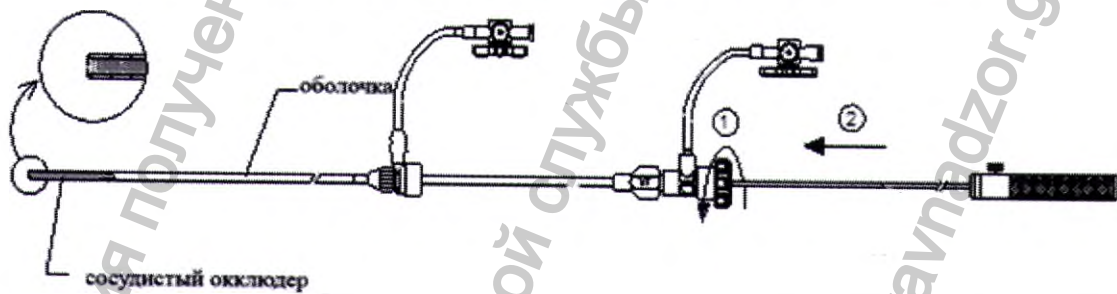
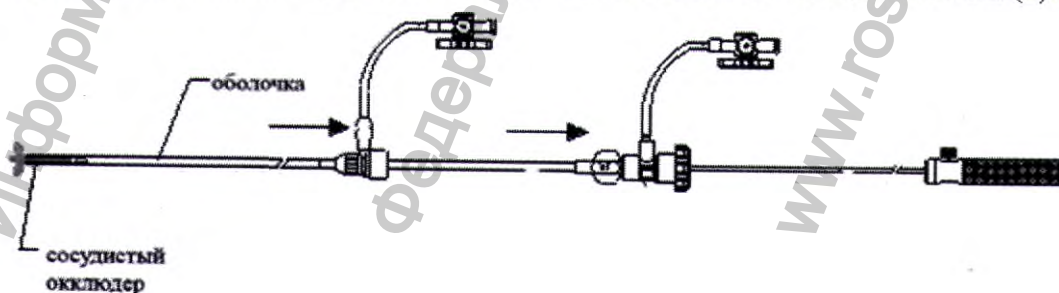

Рис. 22. Ослабить гемостатический клапан (1); продвинуть доставляющий кабель для продвижения окклюдера, пока он не достигнет дальнего конца оболочки (2).
Рис. 23. Удерживая доставляющий кабель, извлечь оболочку.
- Ослабить гемостатический клапан, а затем протолкнуть доставляющий кабель для продвижения окклюдера, пока он не достигнет дальнего конца оболочки (как показано на рис. 22). Затем, удерживая доставляющий кабель, извлечь оболочку, пока окклюдер полностью не выйдет из нее (как показано на рис. 23 и 24).